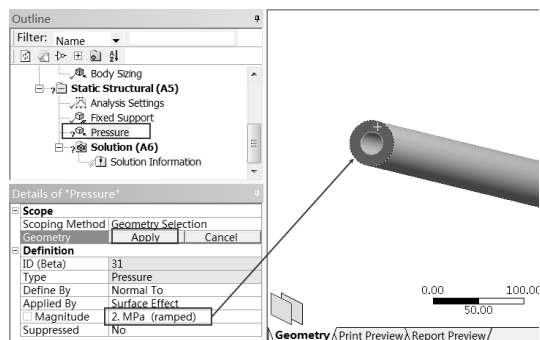

图 14-23 添加面载荷
Step5：同 Step3，选择 Pressure 选项，选择钢管上侧面，单击 Details of “Pressure”（参数列表）中 Geometry 选项下的 **Apply** 按钮，同时在 Define By 的 Magnitude 栏中输入 2MPa，如图 14-23 所示。